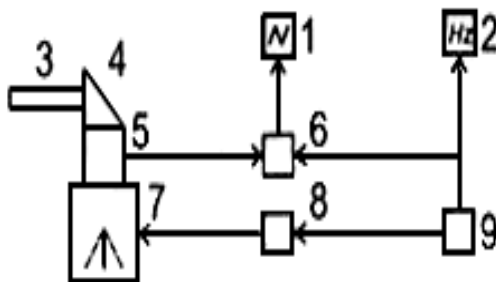

Рис.2
25.Какие основные элементы схемы устройства для определения резонансных частот с использованием пьезоэлектрического детектора изображены на Рис.2 в соответствии с ГОСТ 30630.1.1? (выберите один правильный ответ):